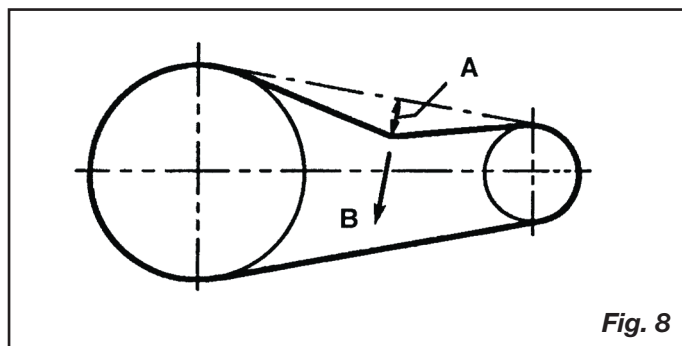

Fig. 8
Pour une efficacité d'entraînement et une durée de vie maximales de la courroie, l'alignement de la poulie et la tension de la courroie doivent être maintenus. La tension est correcte en présence d'un fléchissement (A) de 13 mm (1/2") après l'application d'une force (B) de 2,3 kg (5 lb) à mi-distance entre la poulie du moteur et le volant-moteur de la pompe (Fig. 8). Ce fléchissement peut être réglé en procédant comme suit. La poulie doit être soigneusement alignée sur le volant-moteur et toutes les vis d'arrêt doivent être serrées.